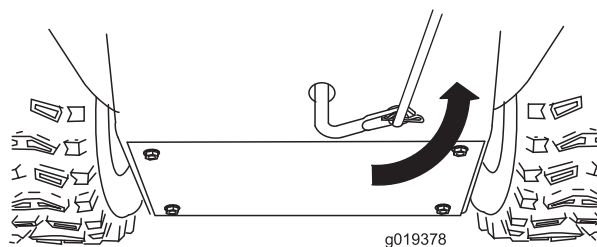

Figure 7
5. Tournez le bras de liaison inférieur complètement vers le haut (sens antihoraire), comme montré à la Figure 7.